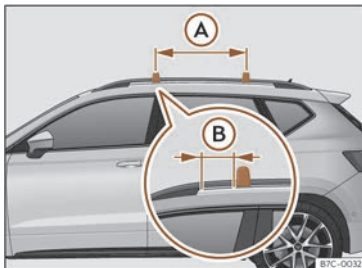

Fig. 170 Points de fixation des barres longitudinales pour la galerie porte-bagages du toit.
Les barres transversales se montent sur les barres latérales du toit. La distance entre les barres transversales >>> **fig. 170** (A) devra être comprise entre 70 et 90 cm et la distance entre les barres transversales et les supports des barres latérales du toit (B) devra être égale à 15 cm.